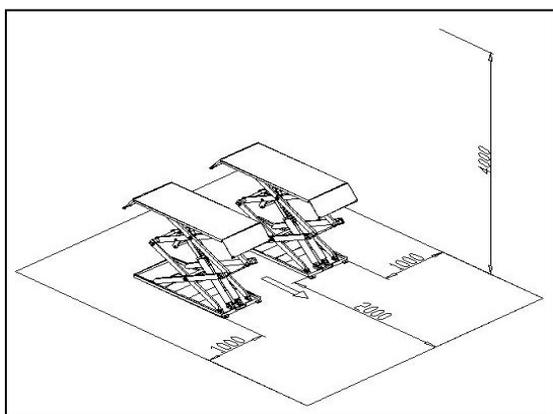

рис. 14
- Подъемник необходимо установить на определенном расстоянии от препятствий: стен, колонн, другого оборудования (**рис.14**)